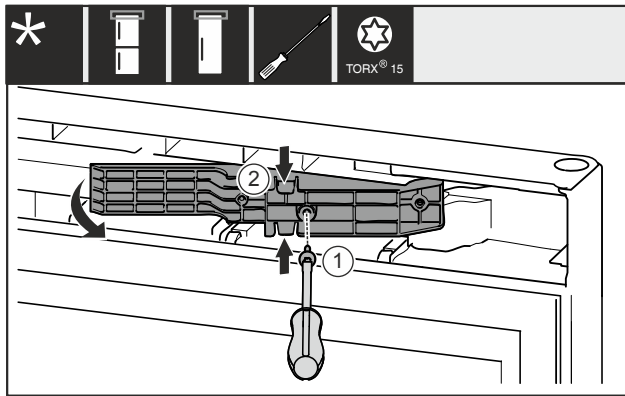

Fig. 13*
- ▶ Schraube Fig. 13 (1) entfernen.*
- ▶ Adapterstück Fig. 13 (2) oben und unten leicht zusammendrücken und herausziehen.*